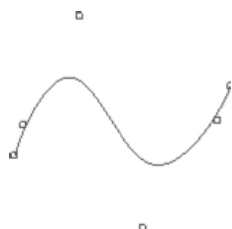

图 3.2.20 开放的（显示控制点）
- ◆ 选取  Open End with Control Points 选项，则此时的样条如图 3.2.20 所示。